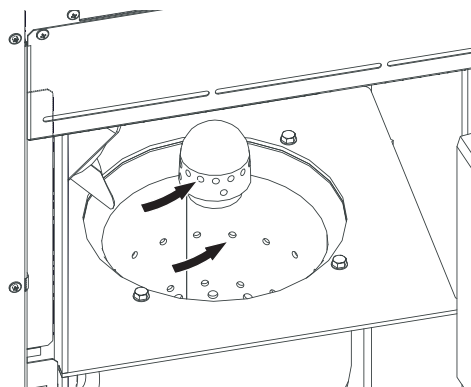

Fig. 57 Pulire con cautela la spina aria primaria, pulire i fori dell'aria secondaria nel corpo caldaia
- ▶ Estrarre la spina aria primaria ed eventualmente pulire con cautela i fori con un piccolo cacciavite o trapano (i fori devono essere liberi) – Fig. 57.
- ▶ Tutti i fori dell'aria secondaria nel corpo caldaia devono essere liberi – Fig. 57.